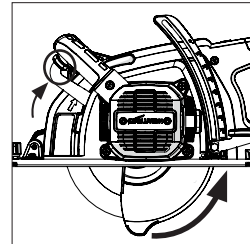

Fig. 18
Nota: La protección inferior de la hoja se ha diseñado para apartarse (girarse) al inicio de un corte elevando la palanca de retracción de la protección de la hoja (6) para empezar esta rotación, puede ayudar para cortar ciertos materiales. (Fig.18)